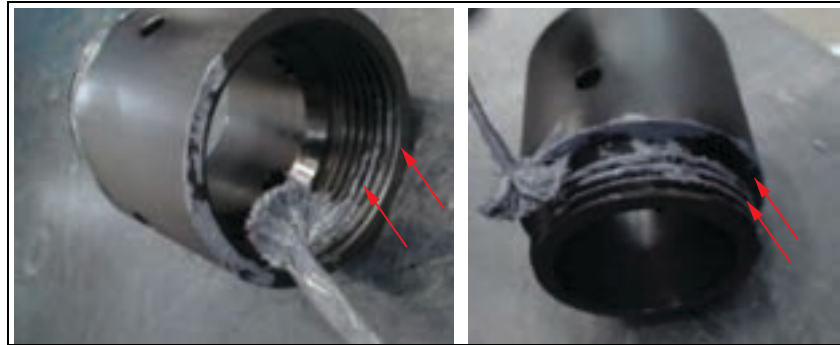

FIGURE 3-12. ENDROITS OÙ APPLIQUER DE L'ANTI-GRIPPANT
- Les filets et les faces en contact de chaque section de rallonge de la jambe du mandrin, comme indiqué à la Figure 3-12.